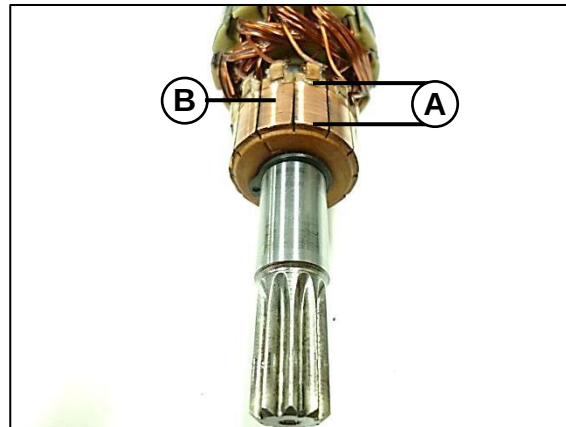

Fig. 20
Vemos en la **Fig. 20** Marcado con la letra **(A)** el **colector**, una especie de cilindro, en cuya superficie observamos unas láminas de cobre denominadas **delgas. (B)**